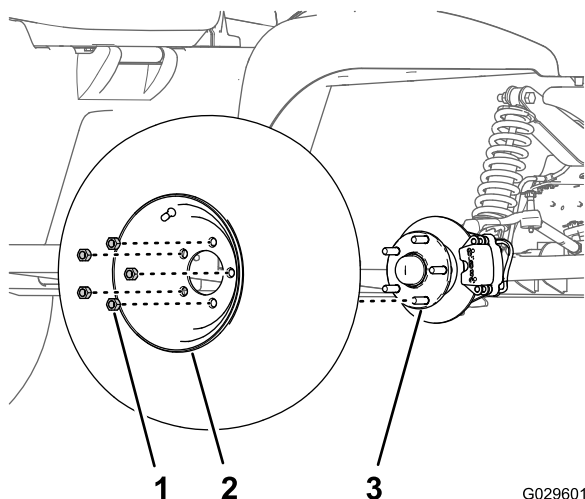

Figure 28
2. Retirez les 5 écrous de roue qui fixent la roue au moyeu (Figure 28).
4. Alignez les trous dans la roue et les goujons du moyeu puis montez la roue sur le moyeu en plaçant la valve à l'extérieur (Figure 28).
5. Fixez la roue sur le moyeu avec les écrous de roue (Figure 28), et serrez les écrous à un couple de 108 à 122 N·m.